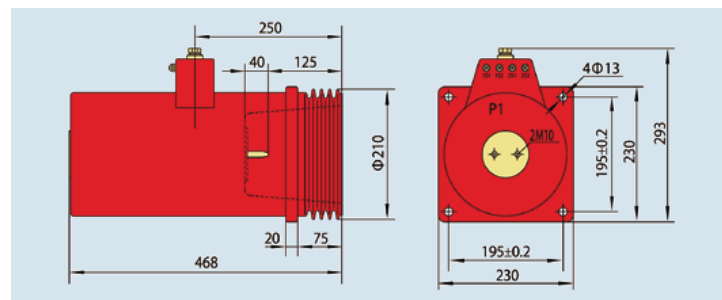

Рис. 6.1 Внешний вид и размеры при 10-200/5 А
6.1 Внешний вид и размеры при 5-150/5 А (см. рис. 6.1)